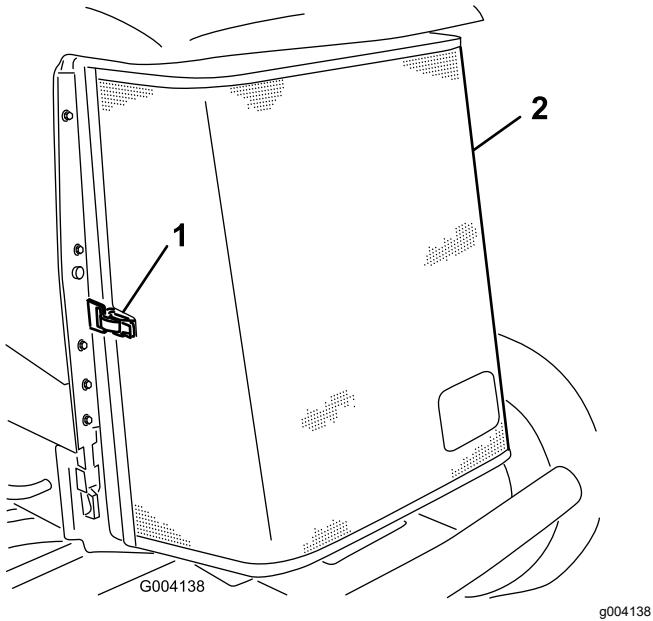

Figure 100
5. Déverrouillez la protection arrière et faites-la pivoter pour l'ouvrir (Figure 100).